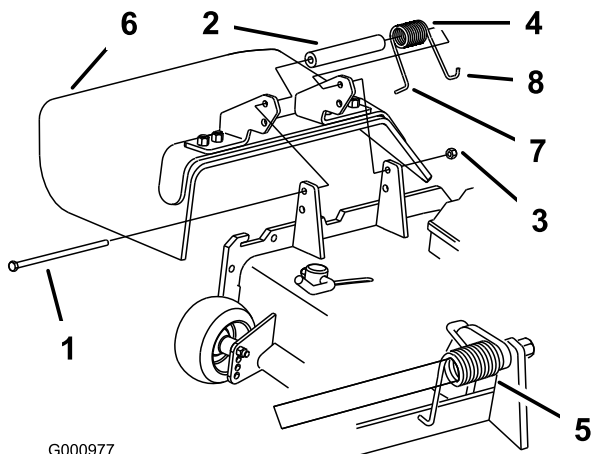

Figure 85
1. Retirez le contre-écrou, le boulon, le ressort et l'entretoise qui fixent le déflecteur aux supports de pivot (Figure 85). Enlevez le déflecteur s'il est endommagé ou usé.
**Remarque:** Prenez soin de placer l'extrémité en L du ressort derrière le bord du plateau avant de mettre le boulon en place, comme indiqué à la Figure 85.
3. Remettez le boulon et l'écrou. Accrochez l'extrémité en J du ressort au déflecteur d'herbe (Figure 85).